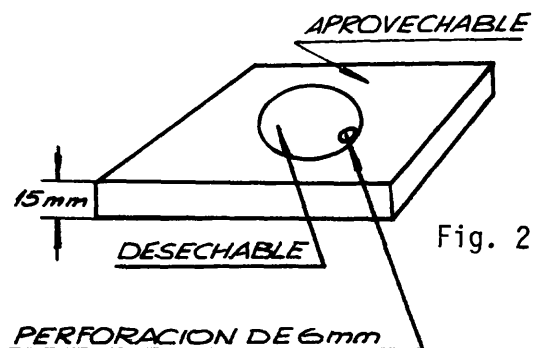

Fig. 2
- 1) Cuando el inicio del corte no se efectúe en los bordes de la pieza, taladre la misma para iniciarlo (fig.2).